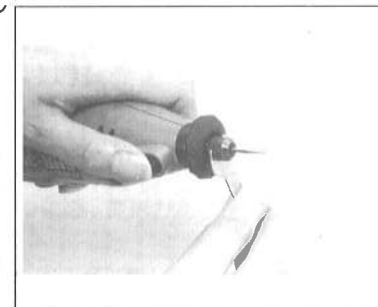

図4
- 先端工具を取付けるときは、ロックボタンを押して、チャック固定ナットを回してゆるめ、先端工具を差し込んで、付属のスパナで締めつけてください。(図4参照)